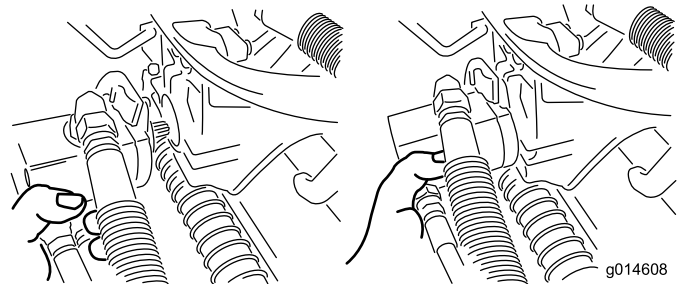

Figura 52
- Mova o motor para o local de armazenamento na frente do braço de suspensão (Figura 52).